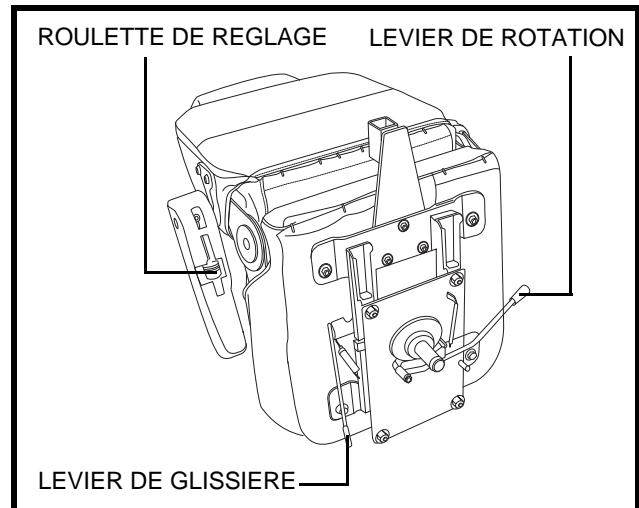

Figure 17. Réglages du siège
L'inclinaison des accoudoirs peut être réglée. **Voir la figure 17.** Élevez ou abaissez l'inclinaison des accoudoirs en tournant la roulette de réglage sous l'accoudoir.
1. Poussez le levier vers l'avant pour débloquer le siège. **Voir la figure 17.**
Votre scooter est équipé d'une glissière à siège de type automobile. Vous pouvez déplacer le siège vers l'avant ou vers l'arrière. **Voir la figure 17.**